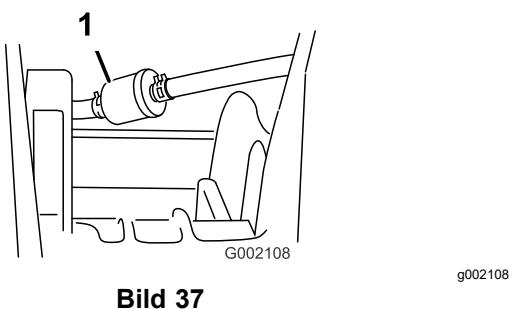

Bild 37
5. Entfernen Sie die Klemmen, mit denen der Kraftstofffilter an den Leitungen befestigt ist (Bild 37).